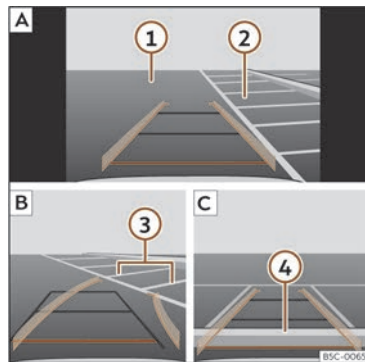

Fig. 145 Affichage sur l'écran du système d'infodivertissement : garer avec l'assistant de marche arrière.
Légende de la >>> **fig. 145** :
- Placez le véhicule en face de la place de stationnement >>> **fig. 145** ② .
- Reculez en tournant le volant afin que les lignes jaunes pénètrent dans la place de stationnement. Les lignes vertes et jaunes doivent correspondre aux lignes de délimitation latérales ③ .
- Arrêtez le véhicule lorsque la ligne rouge a atteint la limite arrière ④ .